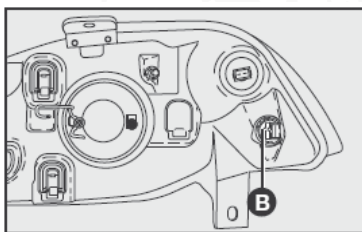

fig. 38
- 2) Retirar el portalámparas B-fig. 38 girándolo a la izquierda;